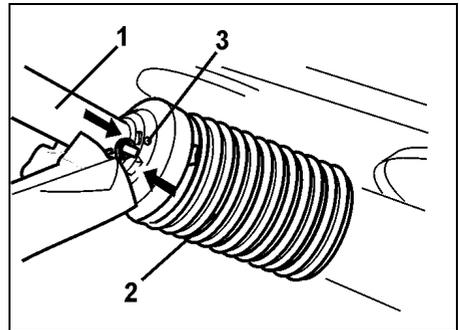

Fig. 16
- Schutzhälfte (Fig. 16/1) aufschieben.
- Schutztrichter (Fig. 16/2) in Montageposition drehen.
- Arretierungsschraube (Fig. 16/3) eindrehen.